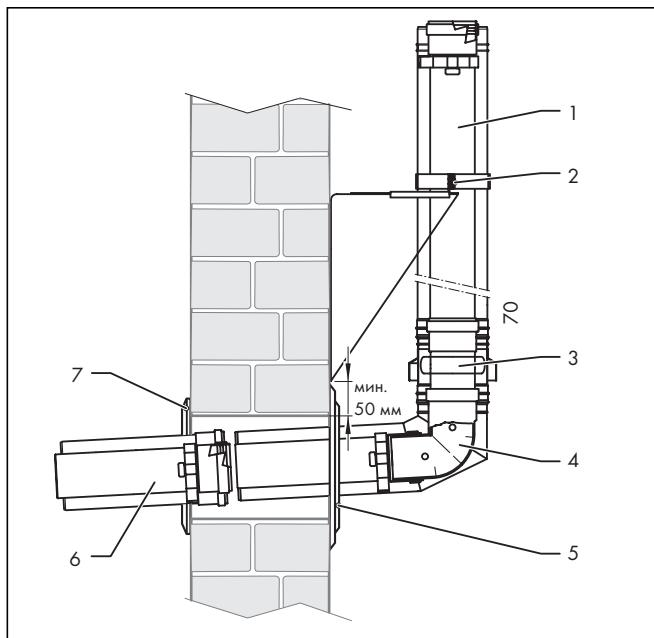

Рис. 4.71 Монтаж подключения для прокладки по наружной стене
- При монтаже используйте рис. 4.71 - 4.73.
- Подвесьте по одному хомуту воздуховода (8) на удлинение внешней стены (1) и воздухозаборник (3).
- Вставьте воздухозаборник (3) в колено стенного ввода (4) до упора, так же как и удлинение внешней стены (1) с воздухозаборником (3).
- Установите хомут воздуховода (8) над обеими зиговками (9, 11) и затяните натяжное устройство (10).
- Установите колено стенного ввода (4) с воздухозаборником и удлинением стенной ввод.
- Наденьте стяжной хомут стенной консоли (2) на удлинитель для наружной стены и прочно затяните оба зажимных винта.
- При необходимости укоротите длину белого удлинителя (6) по размеру.
- Насадите белый удлинитель (6) изнутри на колено стенного ввода (4).
- Привинтите внутреннюю манжету (7) изнутри.
- Привинтите внешнюю манжету (5) снаружи.